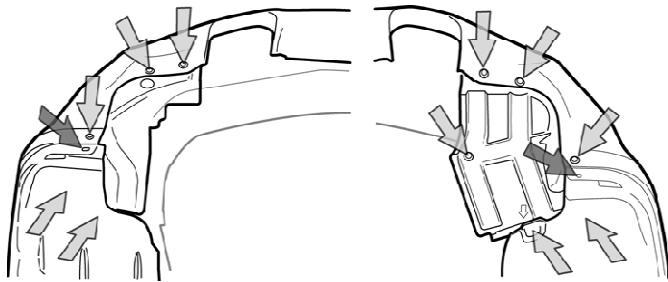
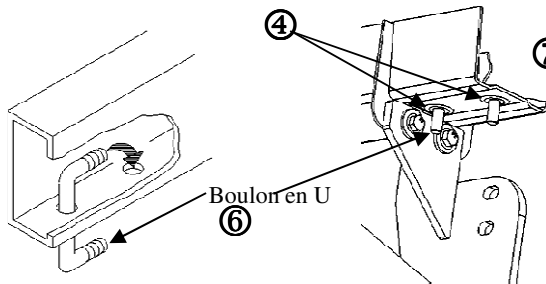
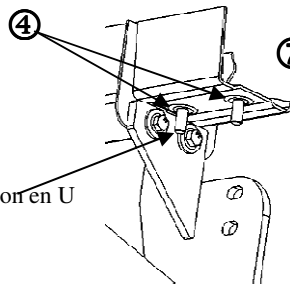

Figure 3
Figure 4
Figure 5
- Retirer les panneaux de garniture de chacun des côtés en retirant les goupilles-poussoirs et les boulons M6, comme illustré dans la **figure 3**, pour accéder aux longerons du véhicule. Remettre les panneaux et les pièces de fixation au propriétaire du véhicule.
- Retirer le crochet de dépannage du longeron côté conducteur en retirant les pièces de fixation M10 (4). Remettre le crochet de dépannage et les pièces de fixation au propriétaire du véhicule.
- Du côté passager, retirer (2) les boulons hexagonaux M8 du flasque inférieur à l'extrémité du longeron (situé juste derrière du support de dispositif de suspension d'échappement), comme illustré, et mettre au rebut.
- Installer le boulon en U, comme illustré dans la **figure 4**, et faire glisser les rondelles coniques par-dessus le boulon afin qu'elles servent d'espaces. Y apposer un ruban jusqu'à ce que le support soit installé, voir **figure 5**.